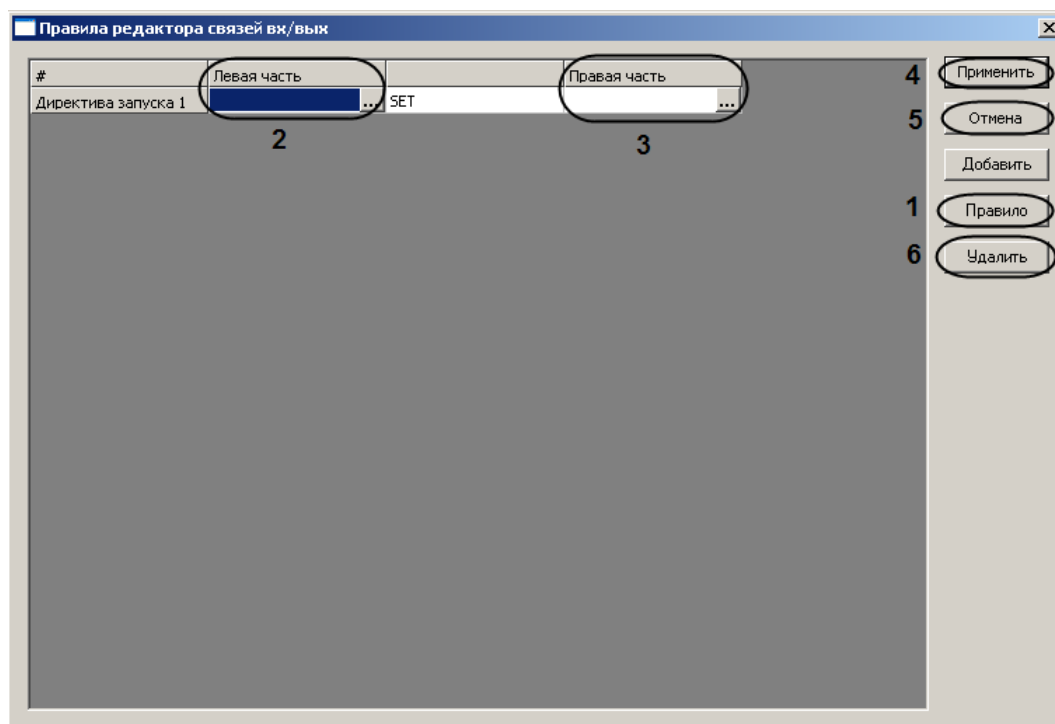

Рис. 3.6—25 Задание правил инициализации
*Примечание. Для удаления правила необходимо выделить соответствующую строку и нажать кнопку **Удалить** (см. Рис. 3.6—25, 6).*
2. Задать левую часть правила, нажав на кнопку в столбце **Левая часть** (см. Рис. 3.6—25, 2).